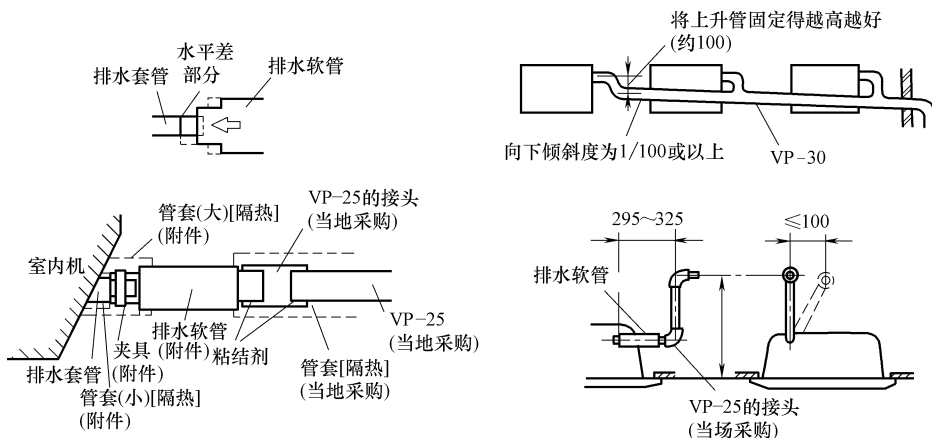

图 3-49 FDTA 室内机排水配管要点示意图
4) 当对多台机器进行排水配管时, 应按图 3-49 所示将通用管放在各机的排水口下约 100mm 处。应使用 VP-30 或更粗的管子。
7) 排水扬程的高度必须被提升到天花板上 700mm 处, 当天花板中出现障碍物时, 请使用弯管或相应的小配件提升配管以避开障碍物。执行该作业时, 如果所需高度太高, 运转停止时排水的回流将聚积过多, 可能会导致排水盘的溢出。因此, 应使排水管的高度处在图 3-49 所示的范围内。